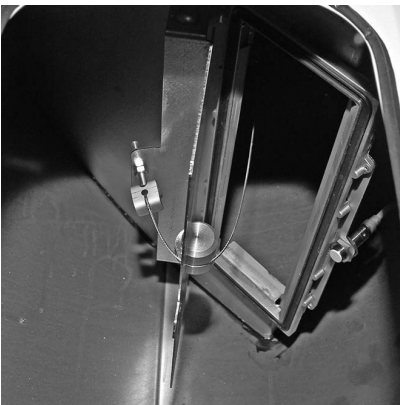
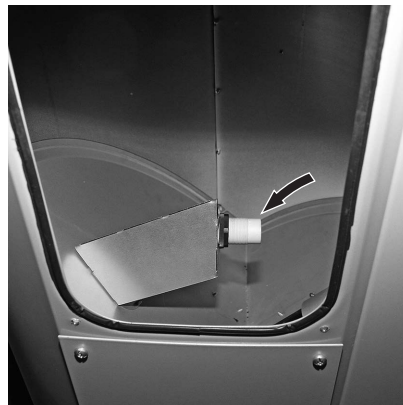

Fig. 84 Klappe Zuführeinheit
Fig. 85 Näherungsschalter Zuführeinheit
- ▶ Staub auf der Klappe Zuführeinheit und am Näherungsschalter entfernen (Fig. 84, Fig. 85), Klappe auf Leichtgängigkeit prüfen. Klappe muss im geschlossenen Zustand vollflächig an der Dichtung anliegen.